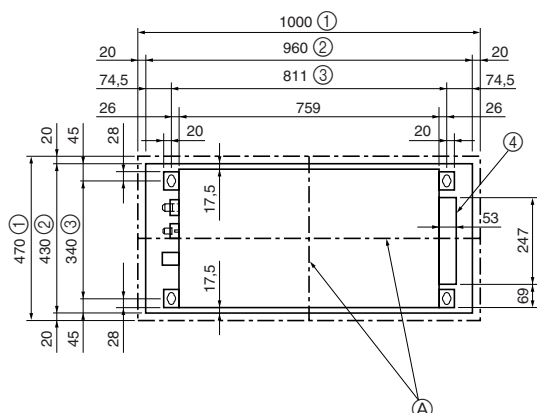

Fig. 2-3
2.3. Lage der Öffnungen in der Decke und der Befestigungsschrauben für die Aufhängung (Fig. 2-3)